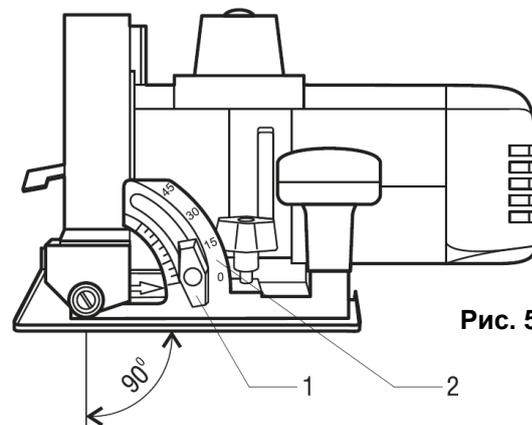

Рис. 5
- Для установки угла реза - ослабьте винт (1)(См. Рис. 5).
- Путем наклона пилы по отношению к основанию совместите указатель с нужным делением на шкале угла наклона (2). Затяните винт (1)(См. Рис. 5)